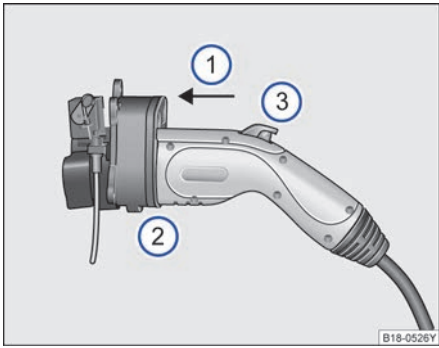

图 129 充电插头示意图
请将充电插头平行地插入充电插座 → 图 129 ①。
请将充电插头完全插入充电插座 → 图 129 ②。
请确保充电插头上的按钮处于弹起状态 → 图 129 ③。